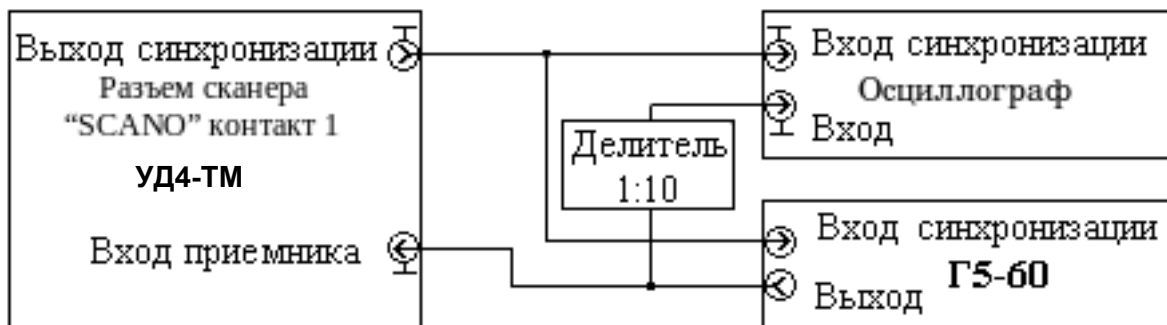

Рисунок 28 - Схема рабочего места для определения погрешности измерения временных интервалов с применением генератора Г5-60
14.7.3.5.1 Для определения погрешности измерения временных интервалов с применением генератора Г5-60 собрать стенд по схеме, которую представляет **Рисунок 28**.